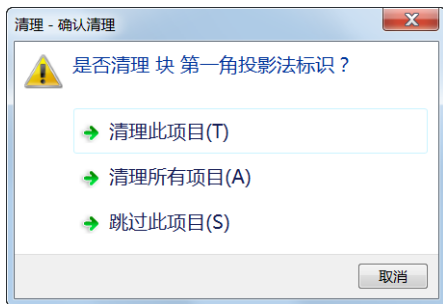

图 2-26 “清理-确认清理”对话框
② 在“已命名的对象”选项组中选择“查看能清理的项目”单选按钮，接着在“图形中未使用的项目”列表框中选择要清理的图形项目，例如选择“块”，并确保勾选“确认要清理的每个项目”复选框以设置清理项目时显示“清理-确认清理”对话框，然后单击“清理”按钮，系统弹出图 2-26 所示的“清理-确认清理”对话框，从中单击“清理所有项目”按钮以清理图形中未使用的命名图块。